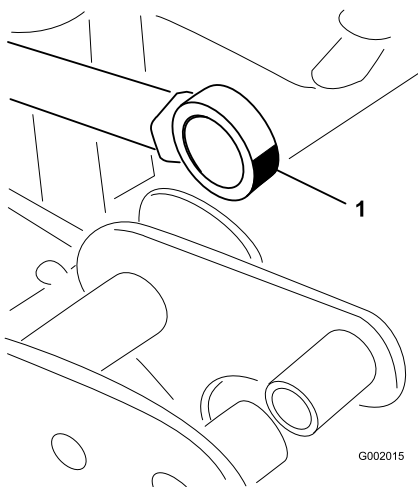

Figura 108
5. Gire la rótula y aplique grasa al cojinete (Figura 108).